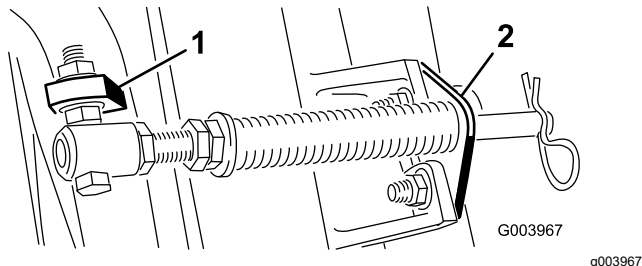
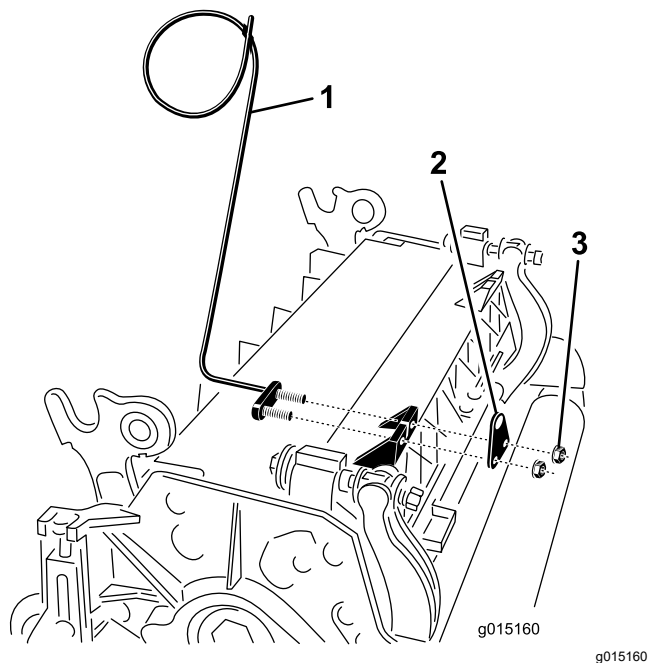

**Рисунок 11**
**Рисунок 13**
**Примечание:** Головку болта следует расположить в направлении наружной стороны выступа, как показано на Рисунок 11.
Е. Присоедините кронштейн штока к выступам режущих блоков с помощью каретных болтов и гаек (Рисунок 11). При установке кронштейна штока установите левую направляющую шланга на передние выступы режущего блока (Рисунок 13).